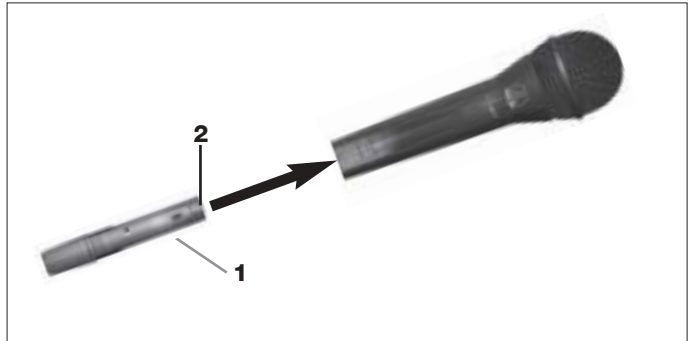

Fig. 6: Come montare il modulo di trasmissione
- Vedi fig. 6.
2. Impugnate il modulo di trasmissione (1) in modo che i contatti (2) puntino verso il microfono.
3. Infilate il modulo di trasmissione (1) nel gambo microfonico fin quando il modulo di trasmissione (1) scatta udibilmente. Il modulo di trasmissione si blocca automaticamente, i contatti elettrici vengono realizzati automaticamente.